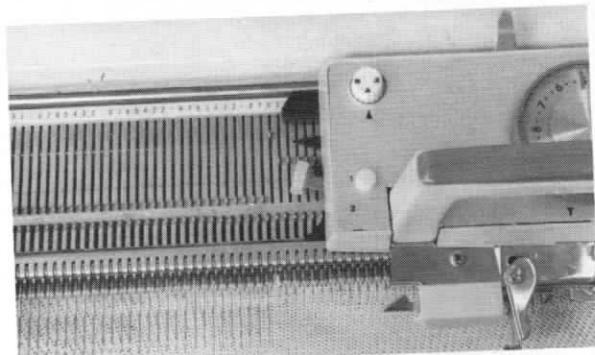

Fig. 25
**Posición 1:** Cuando una palanca se encuentra en esta posición, las agujas en posición E **no tejen** cualquiera que sea la posición del botón MAS, pero las agujas D **tejen** cualquiera que sea la posición del botón MAS. Por esta razón se emplea dicha regulación para los tejidos en escalera y en dos partes (Fig. 25).